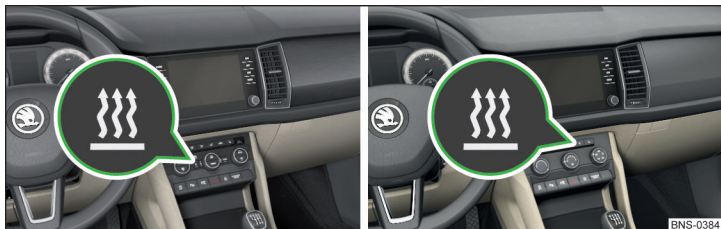

Fig. 167 Buton pentru activare/dezactivare (Climatronic / instalație de climatizare manuală)
- ▶ Cu ajutorul butonului de pe unitatea de operare a instalației de climatizare » fig. 167.
Dacă activarea automată este activată, după decuplarea contactului se aprinde timp de aproximativ 10 secunde lampa de control din butonul » fig. 167.